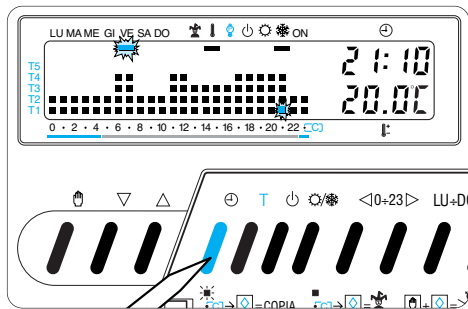

Fig. 22
5.5 - Premere il pulsante ⌚ (fig. 22).